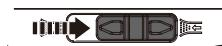

Fig. 4
Faites glisser le sélecteur de fonction soufflerie/aspiration des poussières (8) (Fig. 4) vers la droite pour éliminer les poussières de la ligne de coupe grâce à la fonction soufflerie.